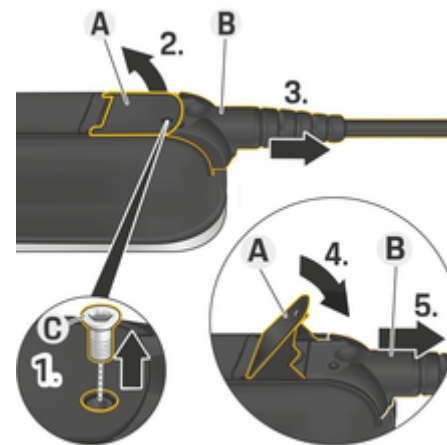

Fig. 59 Desconexión de cables
1. Extraiga el tornillo **C** (Fig. 59) con una herramienta apropiada.
2. Levante la palanca **A** (Fig. 59).
3. Retire el enchufe **B** (Fig. 59) hasta que se sienta la resistencia por primera vez.
4. Cerrar la palanca **A** (Fig. 59).
5. Retire el enchufe **B** (Fig. 59) por completo.